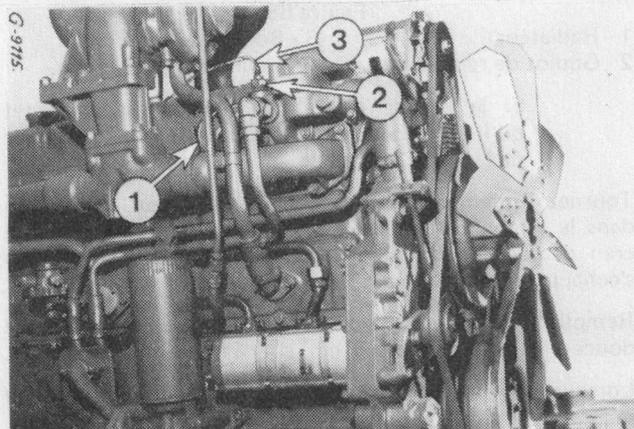

Figure 69
La sonde de température (2, fig. 69) transmet la température du liquide de refroidissement au thermomètre placé dans l'indicateur combiné. En cas de défaut de lecture à l'instrument, vérifiez en premier lieu le branchement des fils (3) et leur bon isolement. Remplacez la sonde de température si elle est défectueuse.